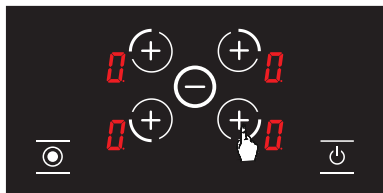

Рисунок 20
2. Нажмите кнопку выбора передней правой конфорки (0) еще раз. (см. Рис. 20)